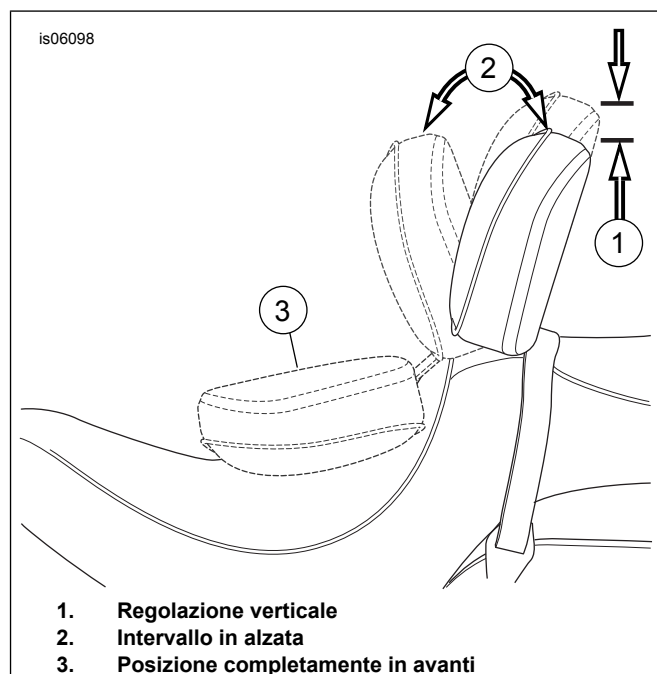

Figura 8. Posizioni dello schienale
7. Vedere la figura 8. Con lo schienale e la sella in posizione, spingere lo schienale nella posizione completamente in avanti (3). Il meccanismo dello schienale premerà contro il lato inferiore del sedile e contro il parasella inserito.
1. Vedere la figura 8. La maniglia di regolazione viene usata per spostare il cuscino dello schienale in avanti o all'indietro.
2. Per regolare il cuscino dello schienale in avanti o all'indietro (2), spingere sulla maniglia. Appoggiarsi al cuscino dello schienale aiuterà a regolarlo verso l'indietro. Se si preme la maniglia senza opporre il proprio peso allo schienale, lo stesso scatterà nella posizione completamente in avanti. Rilasciando la maniglia lo schienale rimarrà bloccato in posizione.
3. Per spostare in alto o in basso il cuscino dello schienale (1), tirare la manopola situata sul retro del cuscino. Spostare lo schienale in alto o in basso fino a raggiungere la posizione desiderata, e poi rilasciare.